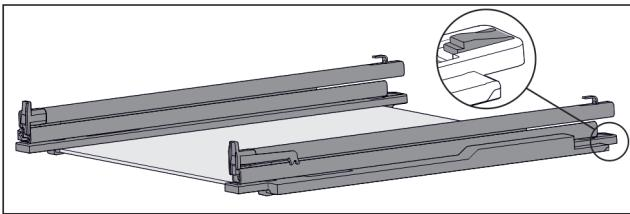

Fig. 120 Sklenená doska s koľajničkami a prídržnými dielmi
► Potlačte prídržný diel vzadu nadol (pozri Fig. 120) a súčasne posuňte koľajničku dozadu.